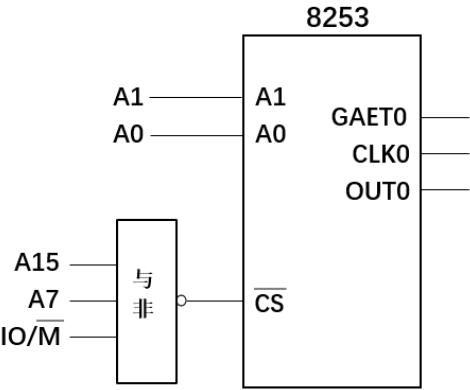

图 1 8253 的地址译码电路
3. 8253 的地址译码电路如下图 1 所示，写出计数器 0、1、2 和控制字寄存器的地址。